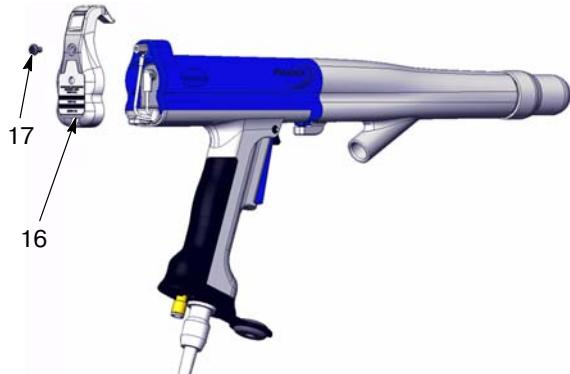

Рис. 17 Снятие крышки
6. См. рис. 17. Вывернуть винт (17) из крышки и снять крышку (16) с корпуса распылителя.
7. См. рис. 17. Поставить крышку на корпус распылителя и закрепить винтом.